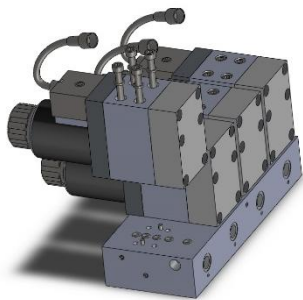

图 1
1、用 M4 内六方扳手取下阀体与底板连接的螺栓，依次拆下电磁阀(见图 1)。注意阀体与底板连接处的定位销、O 型圈如有破损，请勿重复使用；